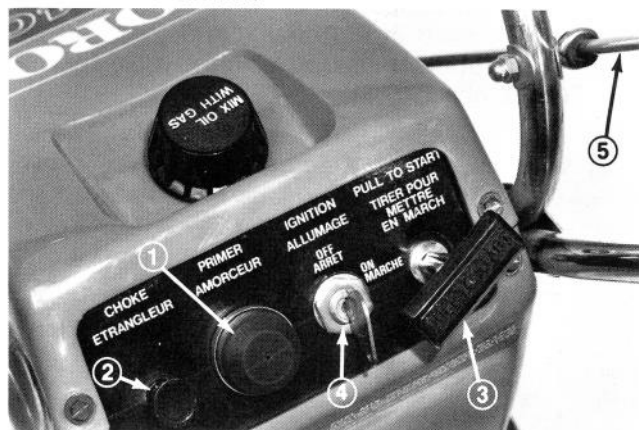

Figure 4
1. Amorceur (Figure 4) — Poussez le bouton d'amorçage pour injecter une petite quantité d'essence dans le carburateur pour faciliter le démarrage du moteur par temps froid. **N'UTILISEZ PAS L'AMORCEUR LORSQUE LE MOTEUR EST CHAUD.**
2. Etrangleur (Figure 4) — Tirez la commande de l'étrangleur pour mettre le moteur en marche. Comme il étrangle le passage de l'air dans le carburateur, le moteur reçoit un mélange riche qui facilite le démarrage.
3. Contact d'allumage (Figure 4) — Le contact d'allumage à clé a deux positions: MARCHE et ARRÊT. Tournez la clé à la position MARCHE pour mettre le contact; vous pouvez ensuite démarrer en tirant la poignée du démarreur à rappel.
4. Démarreur à rappel (Figure 4) — Tirez la poignée du démarreur à rappel ou rebobinage pour mettre le moteur en marche.
5. Commande de direction des ailettes (Fig. 4) — Tournez la commande de direction des ailettes pour diriger le jet de neige d'un côté ou de l'autre ou droit vers l'avant.